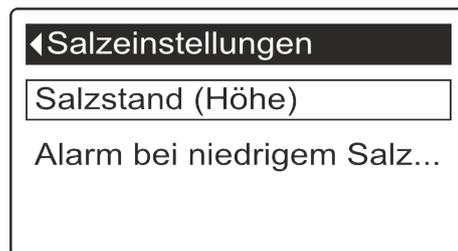

Abb. 18: Menü Salzeinstellungen
4. betätigen, bis der Menüpunkt „Salzstand (Höhe)“ ausgewählt ist (Abb. 18).